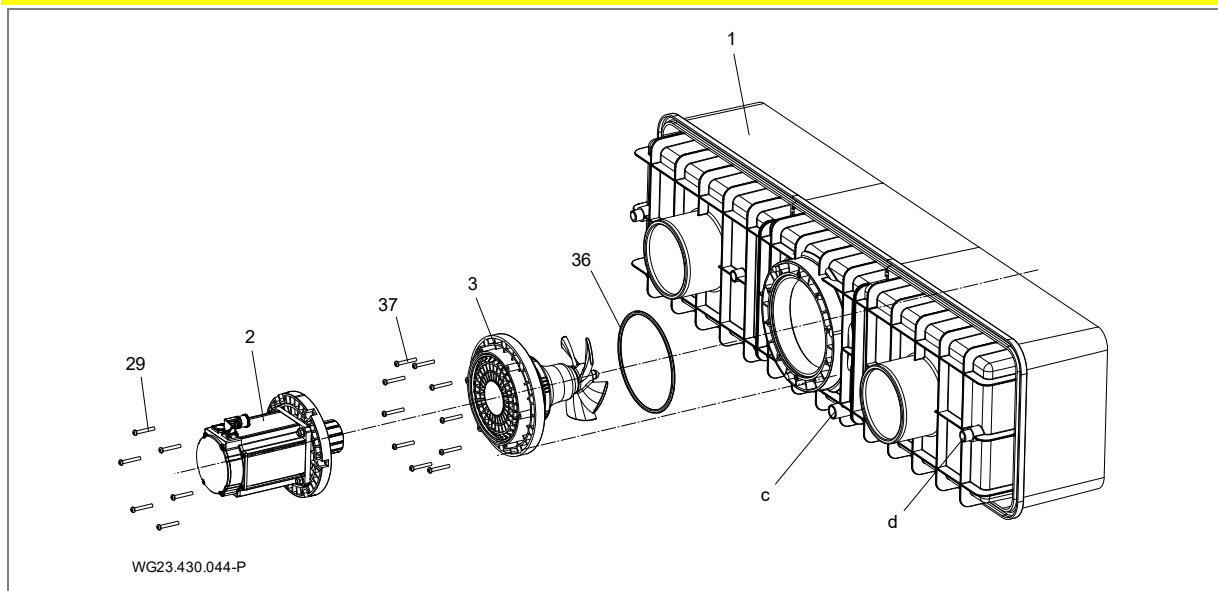

Fig. 16
1. Smør tilslutningsstuds (d, Se "Fig. 16" på side 22) på plasthus (1) og tilslutningsbøsningen på kabelbeskyttelsesslangen (12) med PVC-U/ABS-rems.